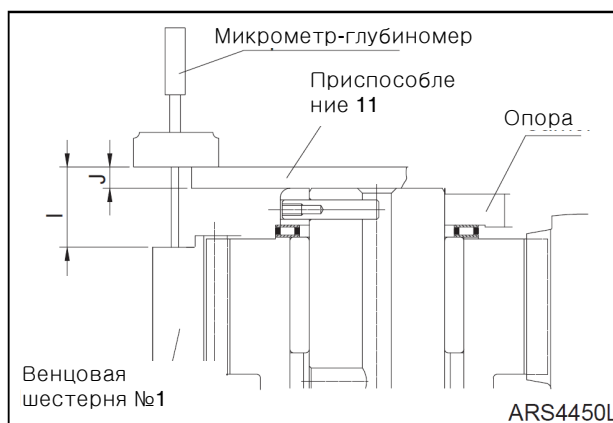

Рис. 80
1. Измерьте (G) (H) и (I), на рис. 80, используя глубиномер и приспособление (11). Измерение в четырех точках и (I) рассчитывается с использованием максимальной величины.